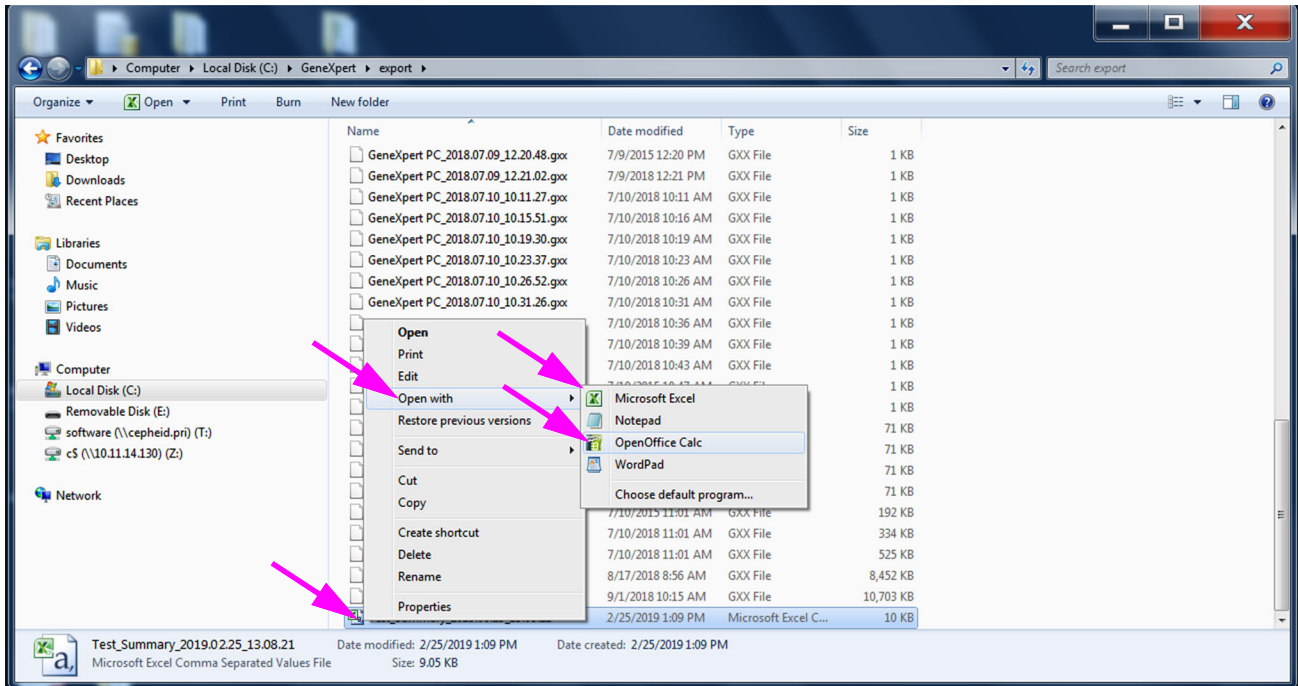
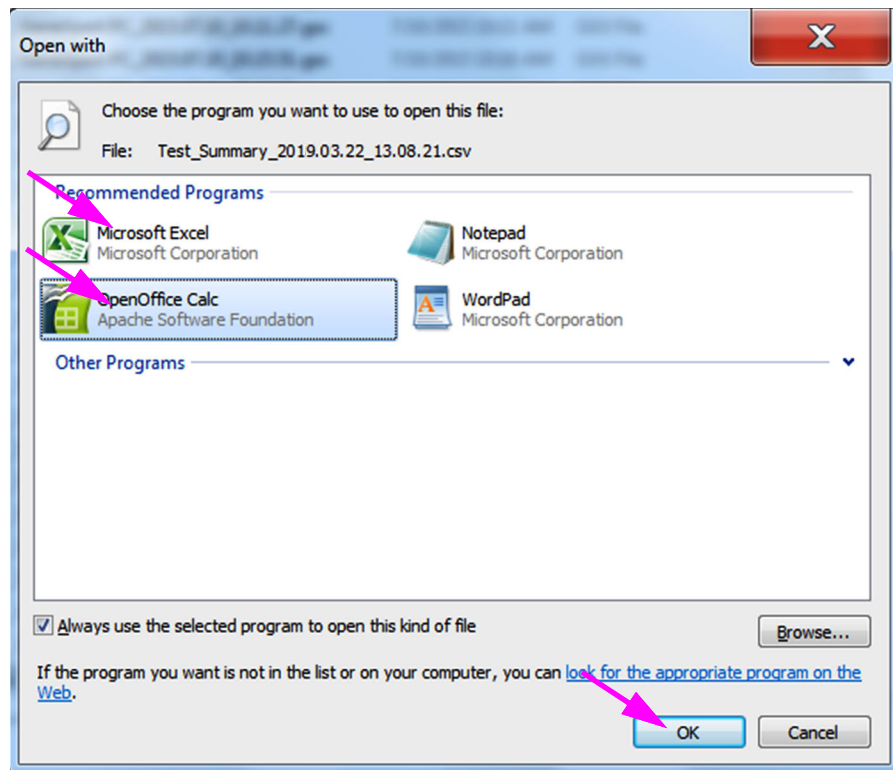

图 C-16. 选择默认程序以打开 .csv 文件
图 C-17. 带选中正确设置的文本导入 (Text Import) 屏幕
3. 在**导出 (Export)** 文件夹中，右键单击您要打开的 .csv 文件。当下拉菜单显示时，单击**选择默认程序..... (Choose default program...)**（请参见图 C-16）。将显示打开方式 (Open with) 对话框。请参见图 C-17。
5. 单击**确定 (OK)**。